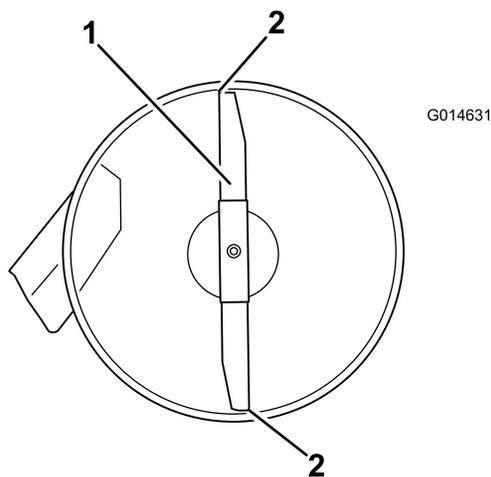

Figure 50
4. Faites pivoter les lames avec précaution pour faire passer les pointes avant à l'arrière (Figure 50).
5. Mesurez la distance entre la pointe de la lame avant et la pointe de la lame arrière par rapport à la surface plane (Figure 50).
9. Une fois le réglage effectué, vérifiez à nouveau l'inclinaison avant/arrière des lames; continuez d'ajuster l'écrou jusqu'à ce que la pointe avant de la lame soit de 1,6 à 8 mm (1/16 à 5/16 po) plus basse de la pointe arrière (Figure 50).